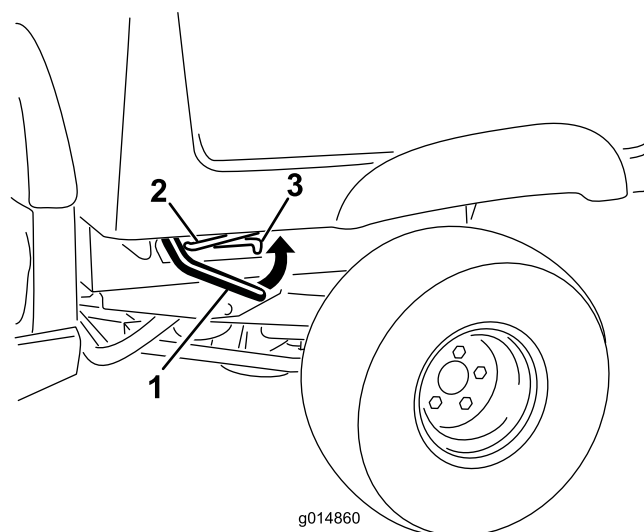

Figura 12
1. Alzate le leve ai lati del cassone e sollevatelo (Figura 12).
2. Tirate l'asta di supporto nella fessura di arresto per ancorare il cassone (Figura 12).